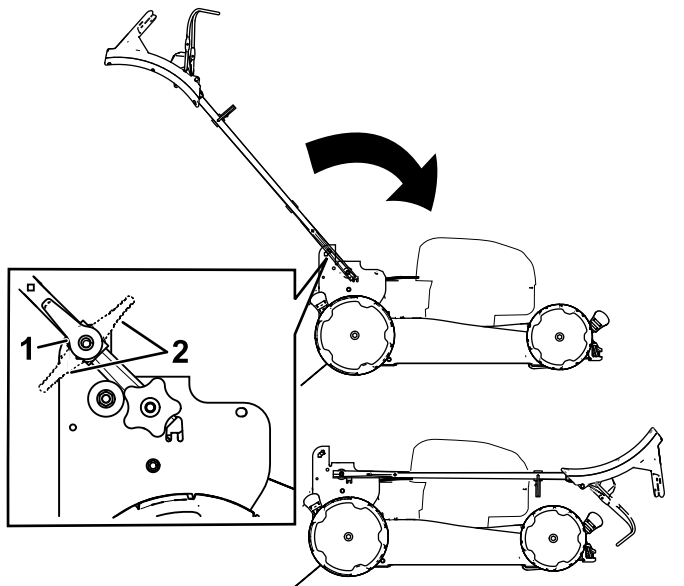

Bild 23
2. Lösen Sie die Holmarretierung (Bild 23).
3. Klappen Sie den Holm ganz nach vorne (Bild 23).